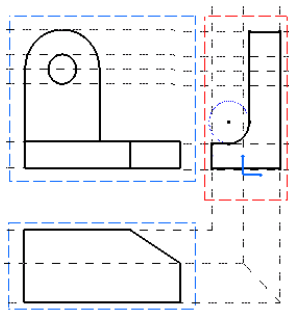

图 6-158
③ 单击 Profile（轮廓）图标, 并使用折叠线在左视图中创建几何图形, 如图 6-158 所示。